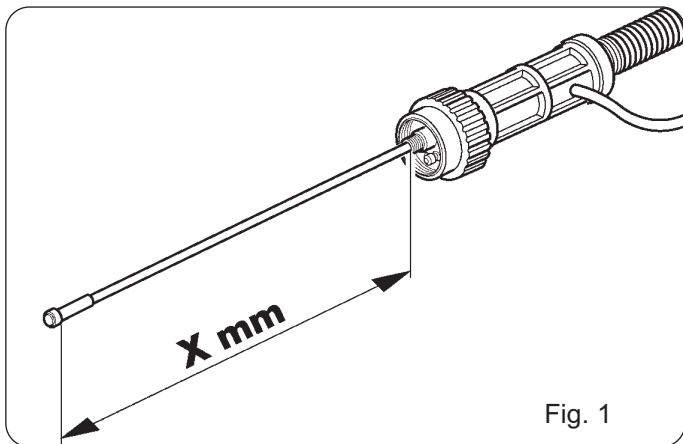

Fig. 1
- The liner is longer than the torch, protruding by **X mm** (see fig. 1).
- Precisely measure the protruding part (see fig. 1).
- Der Drahtführungsschlauch ist länger als das Schlauchpaket und steht um **X mm** über (siehe Abb. 1).
- Den überstehenden Teil genau abmessen (siehe Abb. 1).